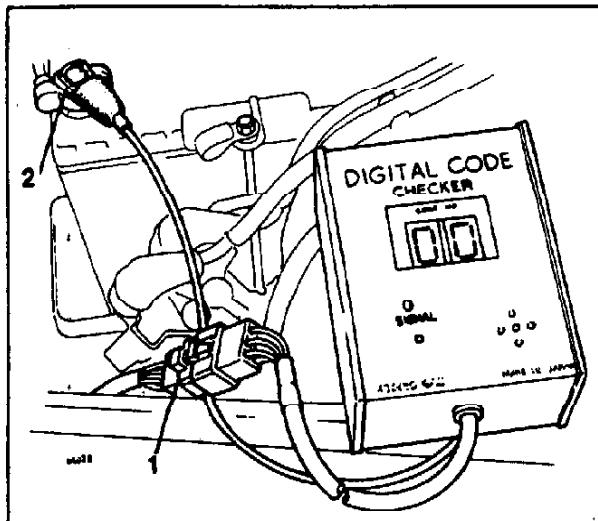

Рис. 1 Подсоединение диагностического прибора
Электронный узел управления обрабатывает сигналы, поступающие от датчиков системы впрыска и сравнивает их с опорными значениями, записанными в память. При обнаружении неисправности компонентов системы код неисправности записывается в память системы самодиагностики. Код может быть идентифицирован с помощью диагностического прибора Mazda №49 HO16 9A01 и селектора систем № 49 B019 9A0, рис. 1.
- Установите выключатель выбора ("Select") блока диагностики в положение "A", переключатель селектора в положение "1" и включите тумблер "Self test", рис. 1.
- Подсоедините диагностический прибор к контрольному разъему (рис. 1).
Неисправности компонентов системы впрыска идентифицируются с помощью дополнительного прибора Mazda 49H0189A1 (рис. 1).
1. Включите зажигание. Прибор должен высвечивать две восьмерки (рис. 1) и выдавать в течение трех секунд звуковой сигнал. Если звуковой сигнал длится более 20 секунд - неисправность электронного узла управления, он требует замены. Если не высвечиваются две восьмерки, проверьте подачу питания на прибор и состояние проводов.